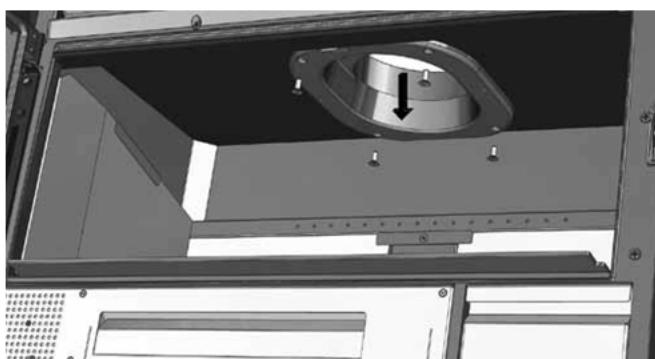

FIG. 11
- Desserrez les quatre vis qui fixent la buse au toit du compact (fig. 11).